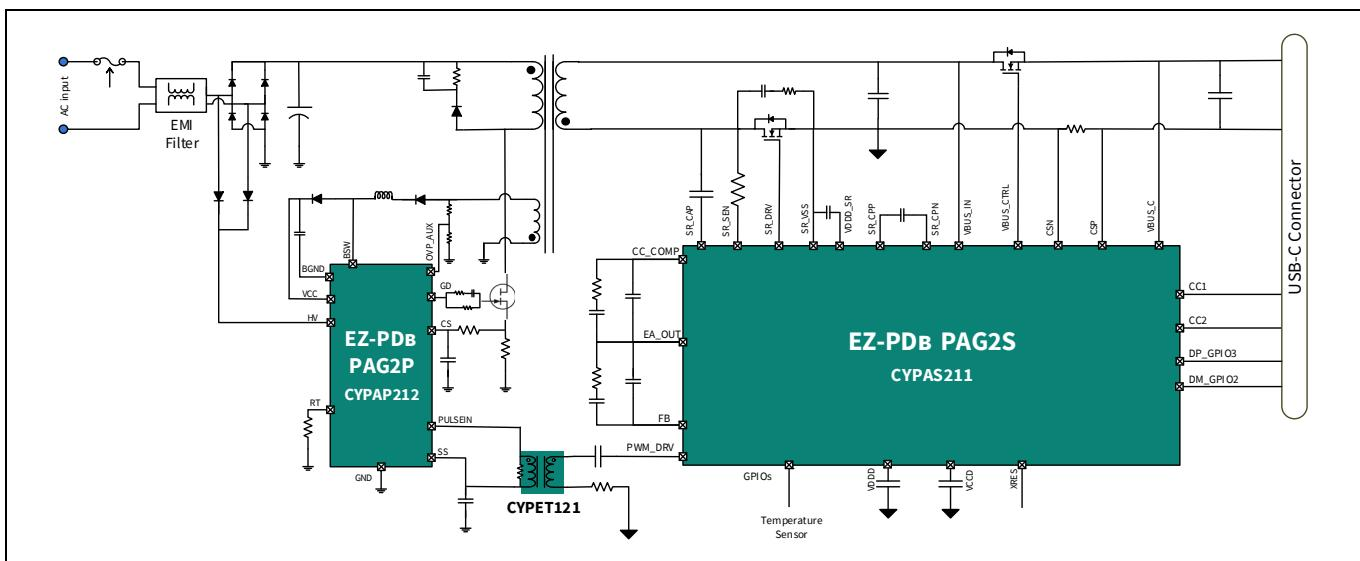

Figure 1 二次側フライバック制御付き USB PD アダプタ
Figure 1 に、二次側制御の同期フライバックシステムを実装した電源アダプタのアプリケーション図を示します。このシステムでは、EZ-PD™ PAG2S-QZ は電圧制御モードでの一次側 MOSFET のパルス幅を変調します。PAG2S-QZ は、内部誤差アンプ (EA) とプログラマブルランプジェネレータを使用して PWM のパルス幅を決定します。PWM 信号は、パルスエッジトランジスタを介して二次側から一次側に送信されます。このトポロジでは、PAG2S-QZ は二次側 PWM 制御、充電プロトコル制御、および故障保護という 3 つの主要な機能を備えています。以下の例では、EZ-PD™ PAG2P は一次側コントローラー、PAG2S-QZ は二次側コントローラーとして使用されます。
PAG2S-QZ は、定電圧動作モードと定電流動作モードの両方で二次側出力の検出とレギュレーションを行う 2 個の誤差アンプ ブロックを内蔵しています。誤差アンプの出力は内部アナログ PWM ブロックに供給されます。誤差アンプの負入力はフィードバック (FB) ピンであり、正入力は内部電圧リファレンスです。FB ピンの電圧は、所望の VBUS 出力を達成するように内部電流ソース / シンク IDAC を使用して変更できます。アプリケーション図 (Figure 1) に示すように、FB ピンと EA_OUT ピンの間に外部補正ネットワークが必要です。定電流動作モードでは、機能ブロック図に示すように、内部ローサイド電流検出アンプ (LSCSA) の出力が独立した誤差アンプに供給されます。Figure 1 に示すように、定電流モードにおけるレギュレーションには、CC_COMP_GPIOx と EA_OUT の間に外部補正ネットワークが必要です。